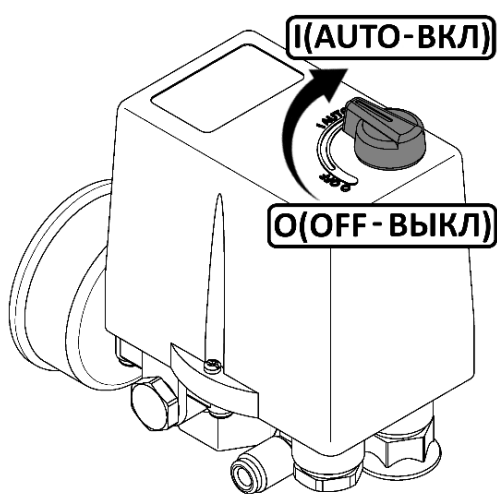

Рисунок 3
- Проверьте, чтобы выключатель на реле давления находился в выключенном положении "O" или "OFF", в зависимости от исполнения (рисунок 3).
- Выключить компрессор выключателем **3** на реле давления (рис. 4-5). Для этого необходимо переключить выключатель в положение "**О**" или "**OFF**", в зависимости от исполнения (рис. 3). После этого остановится электродвигатель и произойдет сброс давления из нагнетательного воздухопровода и поршневого блока.
- Переключите выключатель **3** на реле давления в положение "0" или "OFF", в зависимости от исполнения (рисунок 3).